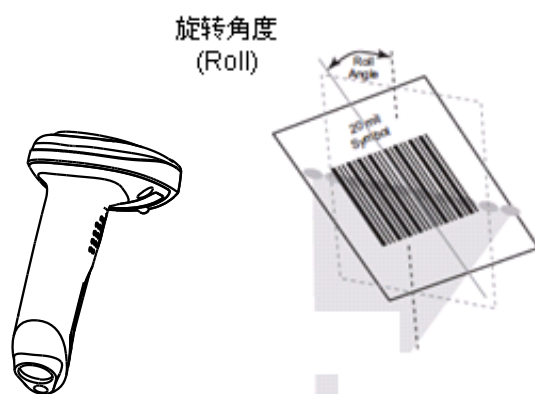

图 1-12
- ✧ 旋转角度(Roll)： $\pm 30^\circ$ ；测试条件为 0° 倾斜角及 0° 偏转角（见图 1-12）。